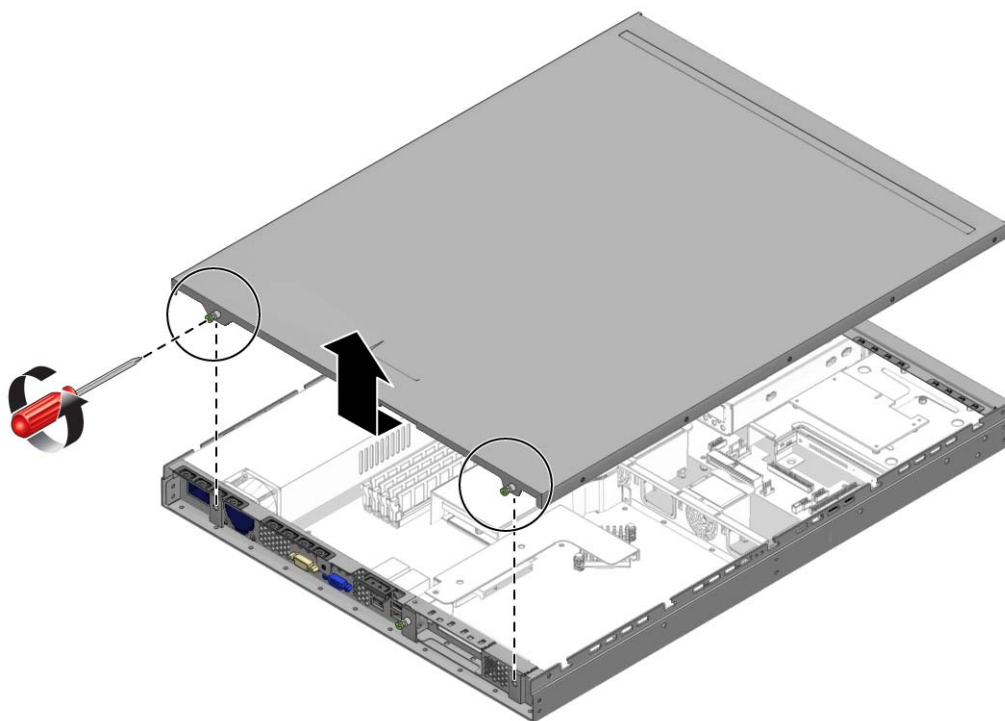

ABBILDUNG 4-1 Entfernen des Servergehäuses
7. Lösen Sie die beiden Halteschrauben, mit denen die Gehäuseabdeckung am Gehäuse befestigt ist (siehe ABBILDUNG 4-1).